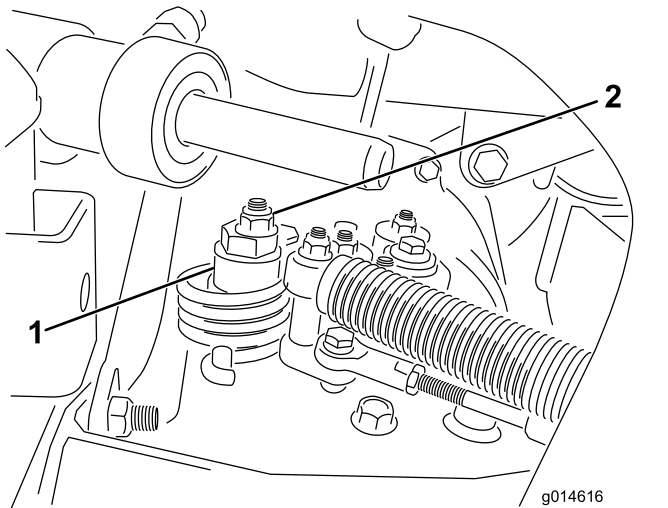

图37
- A. 松开将偏心螺栓固定到静液压泵顶部的螺母（图 37）。
- C. 旋转偏心螺栓，直到不再出现任何方向的缓慢前移。当轮子停止旋转时，旋紧螺母，锁定偏心螺栓和调整（图37）。将油门移至慢速和快速位置，验证调节情况。